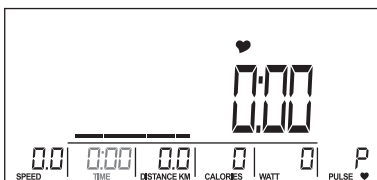

Abb. 19
3. Verwenden Sie das Datenrad um die Trainingszeit einzustellen (Abb. 19).